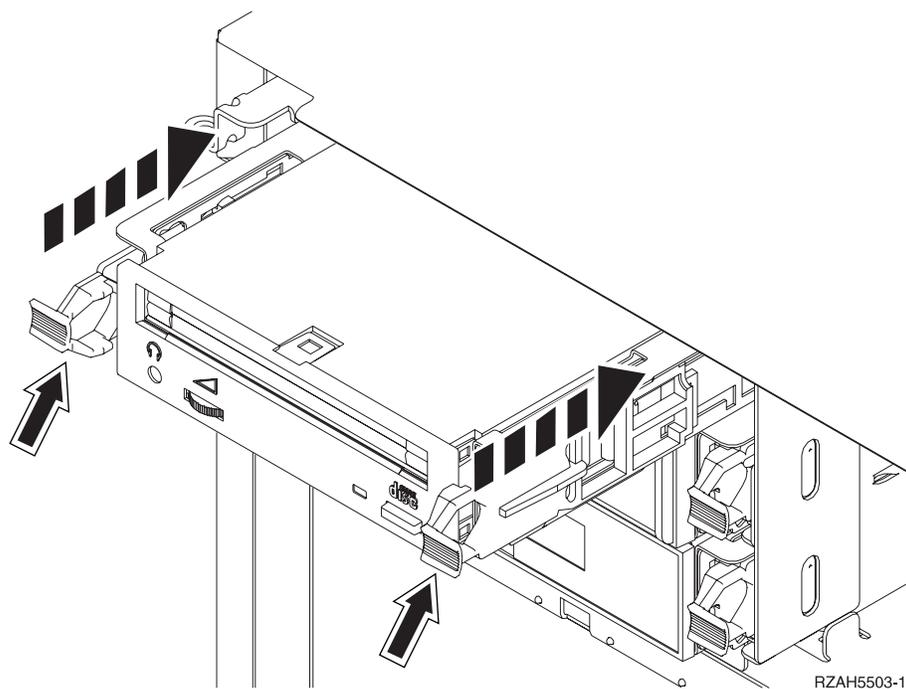

Figura 3. Instalación de dispositivos de medio extraíble
- \_\_\_ 20. Vea la Figura 3 y sostenga la parte inferior del dispositivo de medio extraíble mientras lo desliza hasta la mitad en la posición seleccionada. No lo empuje más adentro.